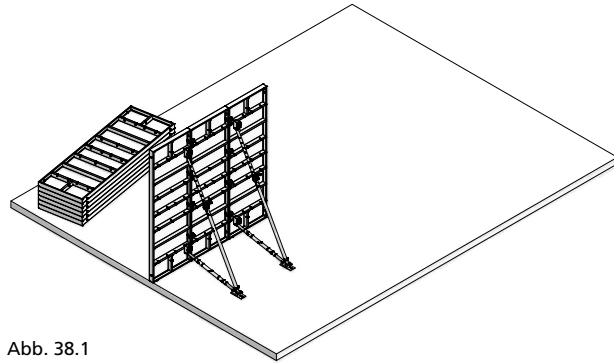

Abb. 38.1
2. Das erste Element aufstellen und mit 2 Richtkonsolen am Boden/Betonfertigteile fixieren, um es gegen Umfallen zu sichern (Abb. 38.1). Der Anschluss der Fußplatte am Boden/Betonfertigteile muss kraftschlüssig sein. Auf Erdreich erfolgt die Befestigung mit 2 Erdnägeln, auf Beton mit 2 Schwerlastdübeln.